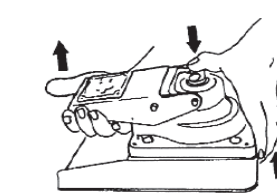

図14
- 5) 上部ハウジングを真っ直ぐ上に持ち上げてください (図14)。